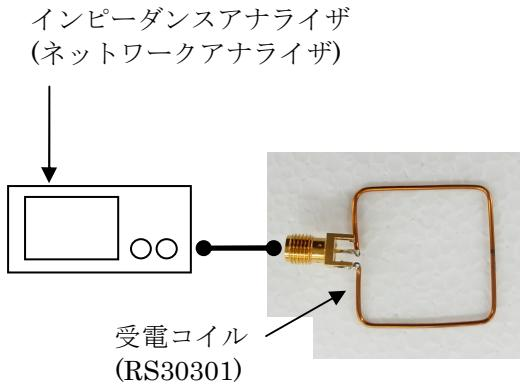

図 12. 送電コイルのインダクタンス測
- ① 送電コイルと同様に受電コイルのインダクタンスを測定する。図 12 のようにインピーダンスアナライザまたはネットワークアナライザに受電コイルを接続し、6.78MHz で測定を行う。